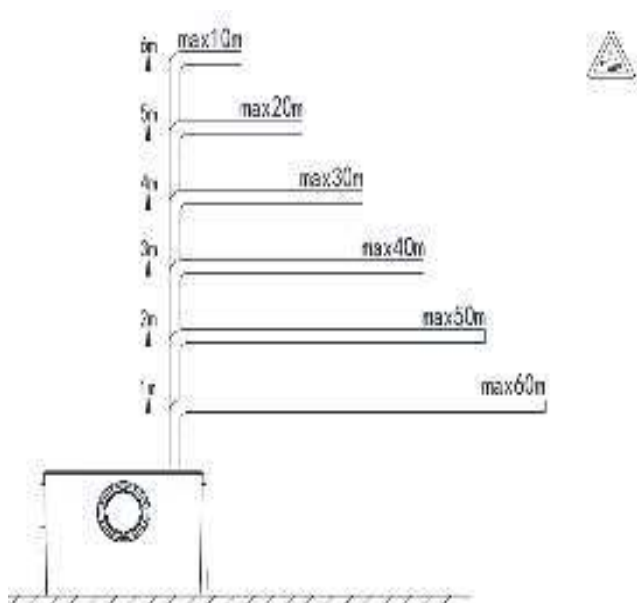

Рисунок 2
- При подключении выходного трубопровода, обращайте внимание, чтобы предельные значения указанные на рис. 2 по высоте и горизонтали не превышались.
На рис.2 показана макс. длина горизонтального участка трубопровода в зависимости от высоты подъёма жидкости и диаметра трубопровода.